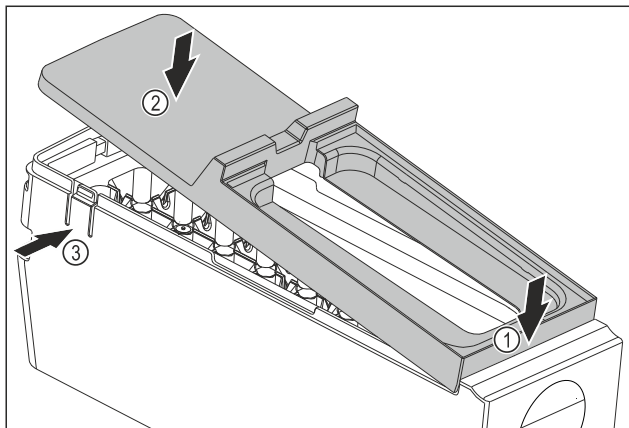

Fig. 148
- ▶ Abdeckung des EasyTwist-Ice-Korpus montieren: Abdeckung vorne ansetzen. Fig. 148 (1)
- ▶ Abdeckung hinten absenken. Fig. 148 (2)
- ▷ Abdeckung rastet hörbar in beiden Laschen Fig. 148 (3) ein.